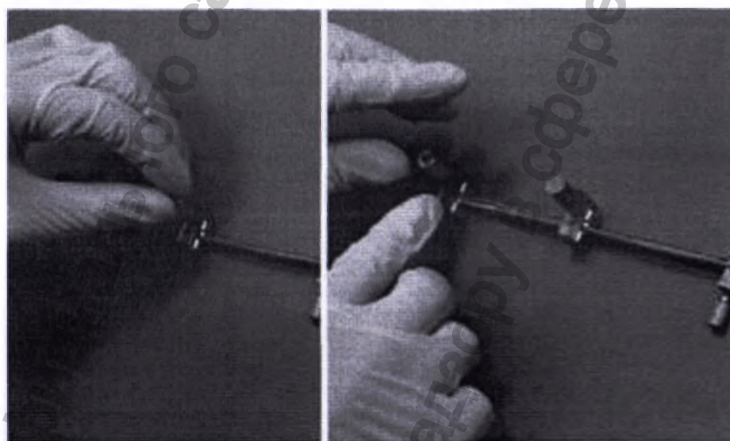

Рисунок 79: Затягивание зажимов
8. слегка оттягивая глубинный электрод DBS назад, затяните зажимы на держателе электрода DBS для фиксации электрода (рис. 79).